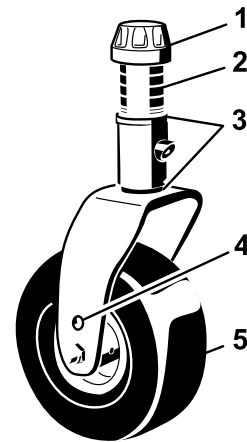

Figura 107
1. Retire el casquillo tensor del eje y deslice el eje fuera del brazo de la rueda giratoria (Figura 107).